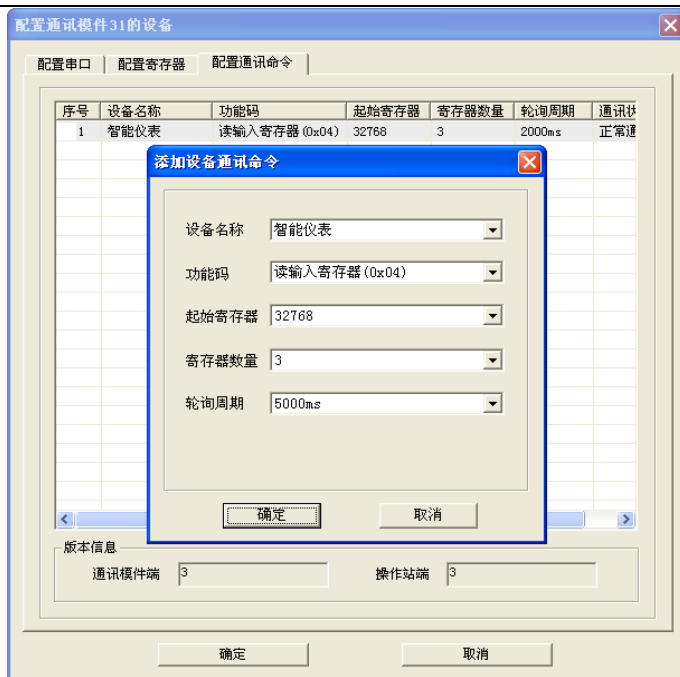

图 4-34 配置 Modbus 设备通讯
- d) 点击“确定”,即可在通讯命令表中看到刚刚配置的通讯命令,如图 4-34 所示。